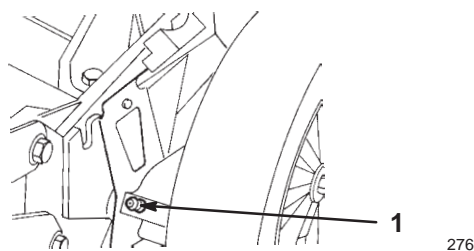

Figure 27
5. Essuyez les graisseurs à l'aide d'un chiffon propre (Fig. 27).